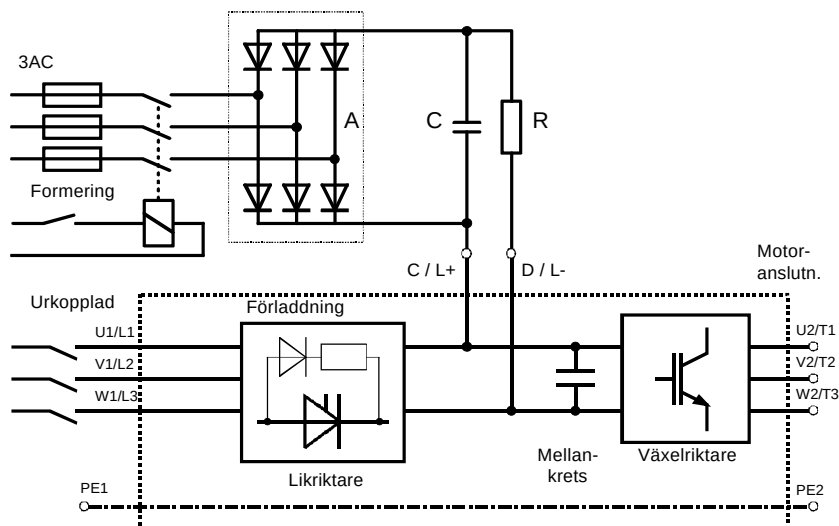

Bild 13-1 Koppling för formering
- ◆ Koppla formeringslikriktare och motstånd enligt bild 13-1.